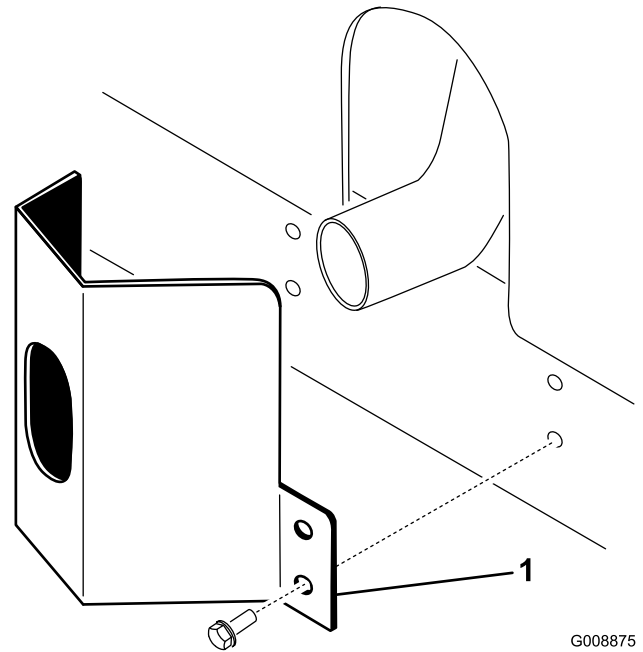

图 10
1. 将排气护罩放到消声器旁边同时将安装孔与机架中的孔对齐 (图 10)。
2. 用 4 个自攻螺丝将排气护罩固定到机架上 (图 10)。